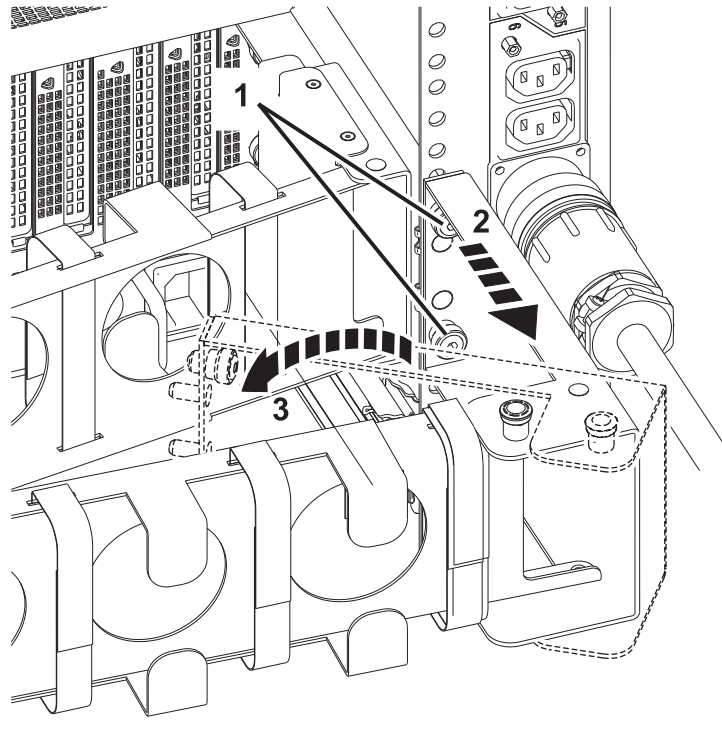

Figure 23. Etapes pour fournir un dégagement au niveau du cordon d'alimentation d'un système complet
- b. Depuis l'arrière de l'armoire, desserrez (sans retirer) les vis (1). Voir figure 23, à la page 31.
- c. Tirez vers vous le bras de routage des câbles (2). Voir figure 23, à la page 31.
- d. Faites pivoter le bras de routage des câbles pour dégager un espace (3). Voir figure 23, à la page 31.